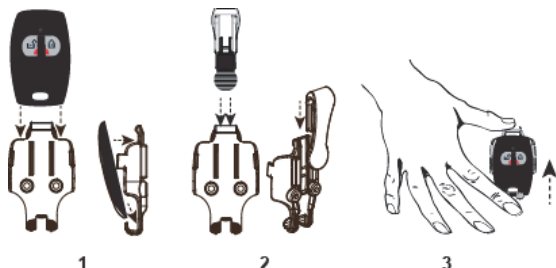

Figura 2 Ligando o PB-101/102 a um prendedor de cinto
3. Para remover o PB 101/102 do suporte, pressione o topo do suporte para baixo e empurre o pingente para cima com os dedos conforme ilustra a Figura 2.